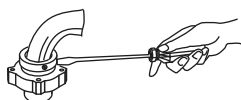

рис. 4
- Равномерно затяните четыре винта соединительной муфты, см. рис. 4.